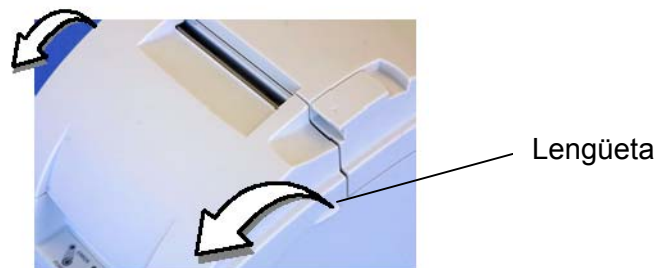

Ilustración 2-1 – Abriendo la tapa del cartucho de cinta.
1. Abra la tapa del cartucho de cinta usando las lengüetas laterales de la tapa, tal como se muestra en la ilustración 2-1